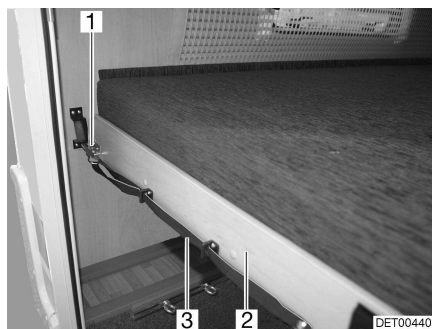

Bild 52 Våningssäng (bak)
- Dra i bandet (Bild 52,3) och lossa spärren (Bild 52,1).
- Dra fram ribbotten (Bild 52,2) med madrassen så att den hakar i.